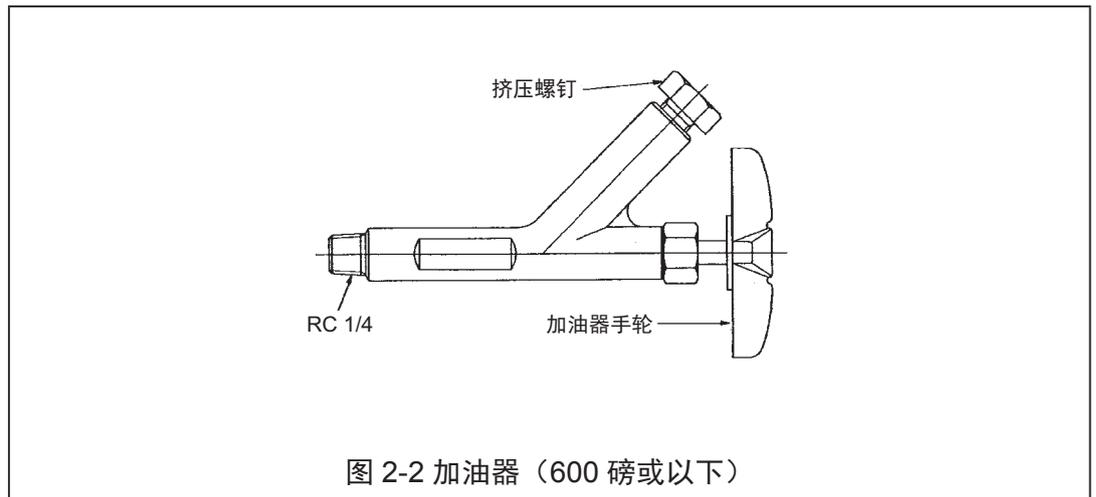

图 2-2 加油器（600 磅或以下）
- (4) 如果阀门附带如图 2-2 所示的加油器，请检查阀盖部分是否已被润滑。若要进行润滑，请松开加油器手轮然后转动挤压螺钉。如果挤压螺钉很容易转动，请按照以下提到的润滑步骤加入润滑脂。（如果挤压螺钉转动起来很重，则说明已经加入了润滑脂。）